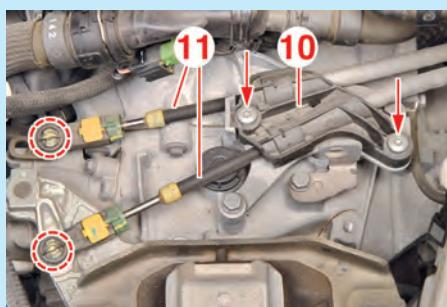

Fig.3
- l'agrafe (7),
- le raccord de purge (8).
- Ecartez la patte (9) de la durit de refroidissement.
- Déposer la bride (10) (Fig.3).
- Ecartez les câbles de commande et de sélection (11) de la boîte de vitesses.